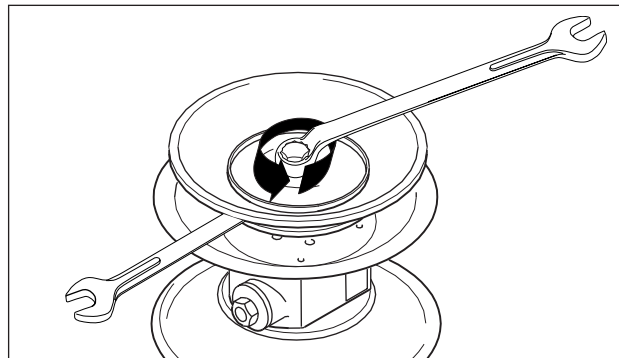

Fig. 10: Soltar a placa de membrana. (Inexistente em membranas nopped E4®)
- Soltar a placa de membrana exterior e retirar com a membrana (Fig. 10).